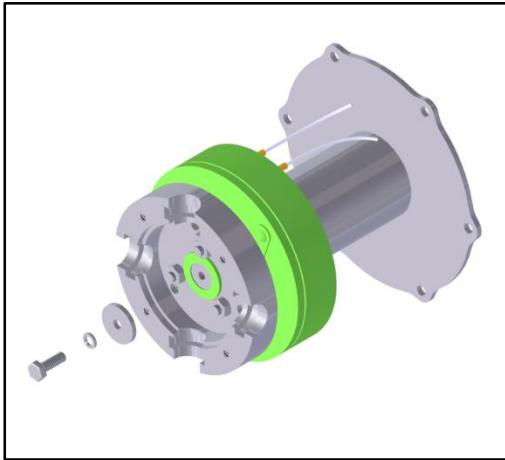

Figura 23: arruela de segurança para garantir o travamento do conjunto de freio.
- g) Para que o conjunto de freio fique seguramente travado, prenda a arruela de segurança no eixo, utilizando uma arruela de pressão e parafuso 1/4" x 3/4" UNC (figura 23).